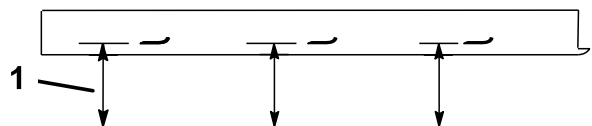

Figure 55
2. Mesurez la distance entre la surface plane et le tranchant (position A) des lames (Figure 55). Notez cette valeur.